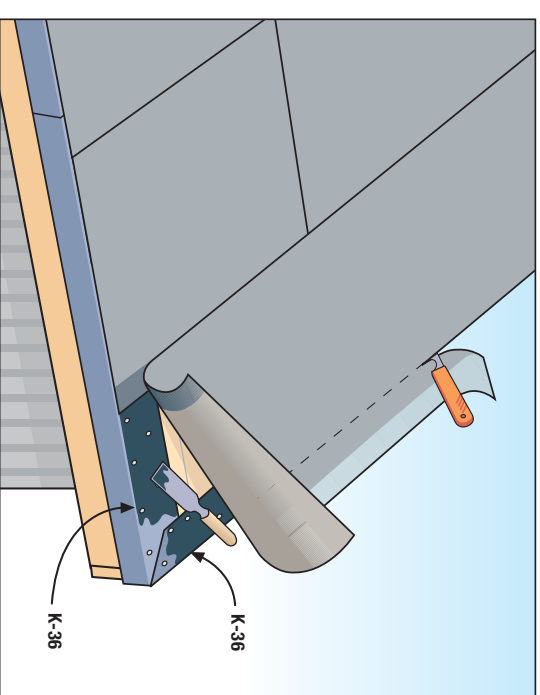
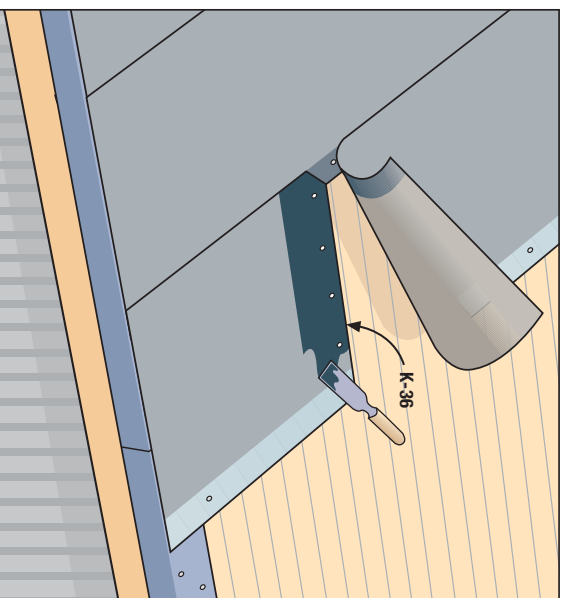
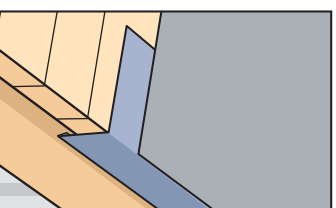
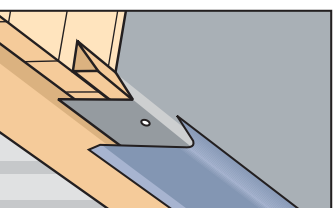

Bild 6
Bild 7
Bild 8a
Bild 8b
Den sista våden skärs längs med gavelkanten och klistras noga i fotplåten med Tätklister K-36 (**bild 6**). Om våden monteras i två delar (**bild 7**) ska den första biten fästas i takfoten och spikas fast i övre ändan på samma sätt som vidnocken. Den andra biten överlappas med 15 cm på den förra, spikas fast inocken och nedre ändan limmas på den undre ändan.
I lodrät montering gör man som i punkt 3.a (**bild 6**) då fotplåtar monteras på gavelkanten (**bild 8a**). Om gavelkanten höjs upp (**bild 8b eller 8c**) t.ex. med en trekantlist eller en snedskuren bräda ska våderns kanter gå över gavelkanten och nå 1-2 cm över brädläggningens undre kant som en s.k. översvåmningsvåd. Ovanpå monteras en separat takkantplåt som ska bockas enligt måtten på förhöjningen och fästas med tätande takskruv utanpå krönet eller i takkantens övre yta.
7. TopTites tvärskarvar görs med 15 cm överlappning (**bild 7**). Skär snett bort en bit från ena hörnet av båda våderna (i gavelkanten från den som blir underst) och spika fast den understa ändan i underlaget. I fogen bredds ett ca 1 mm tjockt lager Tätklister K-36 varefter ändarna trycks tätt fast på varandra. Ta bort överflödigt lim som pressas ut vid kanten. Tätklister K-36 torkar till sin slutliga hårdhet inom 2 veckor.